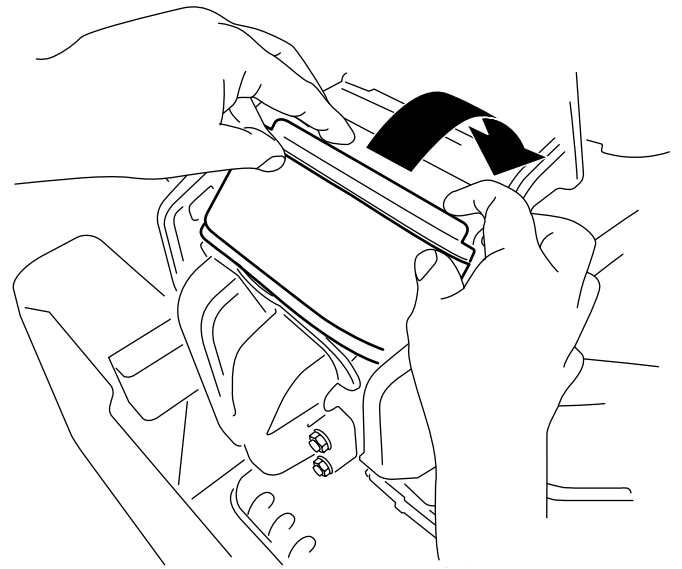

Figura 46
3. Introduzca el filtro en la cámara, girándolo para asentarlos correctamente contra el colector (Figura 46).